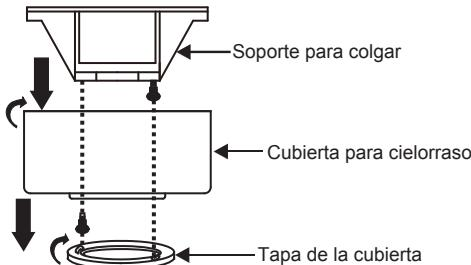

Fig. 5
Paso 1. Retire la tapa inferior de la cubierta decorativa girándola en sentido antihorario. (Fig. 5)
Paso 2. Retire el soporte de montaje para cielorraso de la cubierta quitando uno de los dos tornillos (que debe guardarse). Afloje media vuelta el otro tornillo. (Fig. 5)